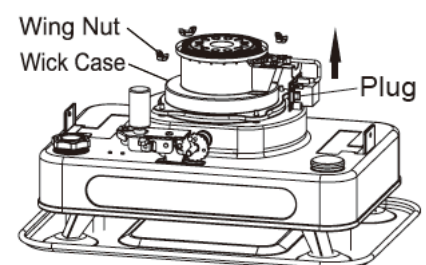

Fig.14
(Fig.14)
3. Trek de koushouder los door tegen de klok in de 4 vleugelmoeren los te draaien.(Fig.14)